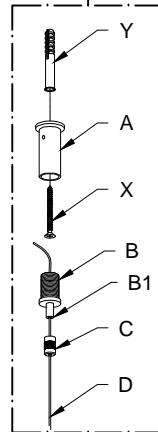

Fig. 1
- Fissare a soffitto i particolari (A) con le apposite viti (X) e tasselli (Y) (Fig. 1).
- Avvitare il particolare (B) al particolare (A). Per la regolazione del cavo d'acciaio (D), svitare la sicura (C) e tenendo premuto il pistoncino (B1) posizionare la lampada all'altezza desiderata, quindi rilasciare il pistoncino (B1) e richiudere la sicura (C). (Fig. 1).
- Fix on the ceiling the details (A) with the screws (X) and the dowels (Y) (Fig. 1).
- Screw the detail (B) to the detail (A). Regulate the steel cable (D) by unscrewing the safety (C). Press the little piston (B1) and place the lamp at the wanted height, then release the little piston (B1) and close again the safety (C). (Fig. 1).